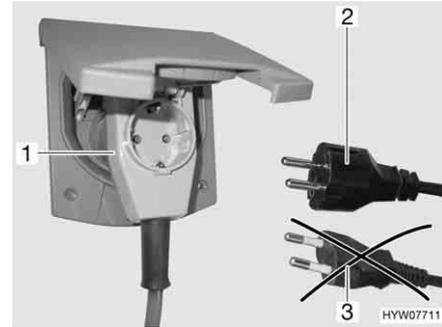

Fig. 95 Collegamento ad un connettore ad angolo provvisto di presa
- ▶ Se si impiega un connettore ad angolo CEE 17 provvisto di una presa integrata sulla parte posteriore (Fig. 95,1), utilizzare esclusivamente una spina IP 44 gommata e sigillata con contatto di terra (Fig. 95,2). Non utilizzare spine senza contatto di terra (Fig. 95,3). Pericolo di scarica elettrica!